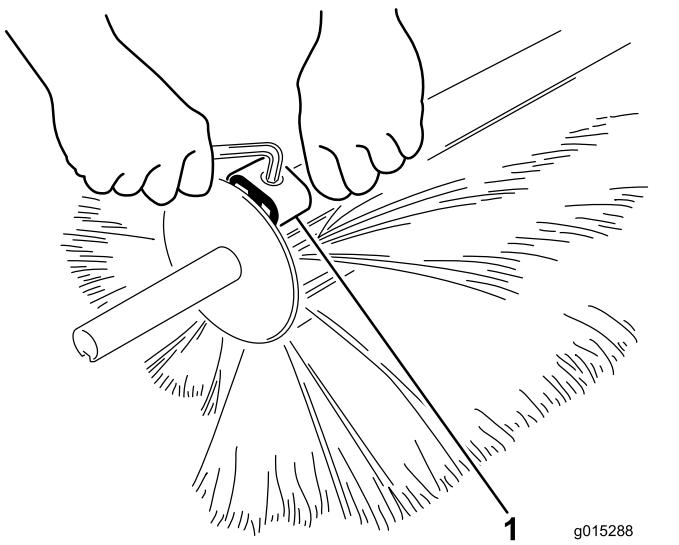

Рисунок 29
- Ослабьте зажимы с помощью шестигранного ключа и снимите их с половинных частей щетки (Рисунок 29).